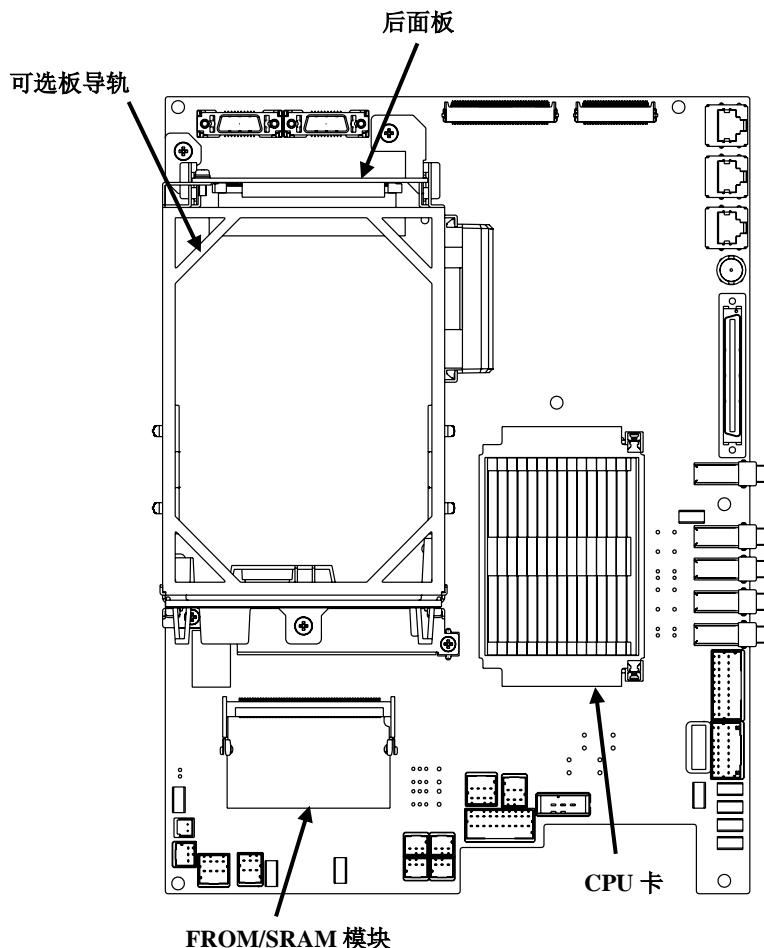

图 7.2 (a) 卡基板、模块、后面板的安装位置
卡基板、模块、后面板的安装位置如图 7.2(a)所示。
- (1) 提起垫片配件。(图 7.2(b))